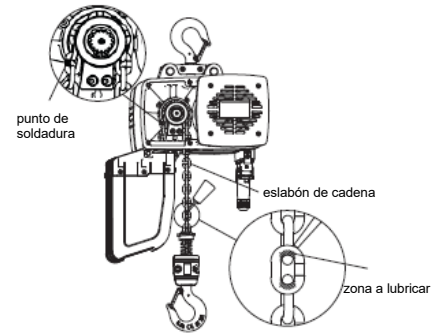

Imagen 5
- 6 Montaje y lubricado de la cadena de carga (Imagen 5)